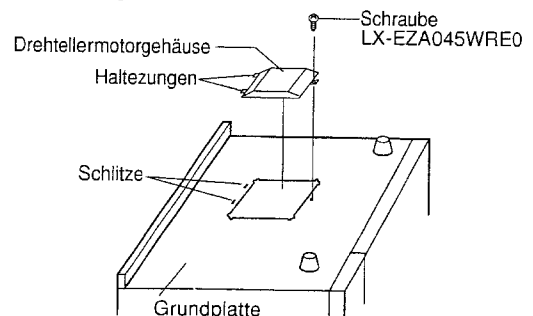

Abbildung C-1 (b). Wiedereinbau des Drehtellermotorgehäuses
5. Befestigen Sie das Drehtellermotorgehäuse mit der Schraube (LX-EZA045WRE0) wieder an der Grundplatte, wie in Abbildung C-1 (b) gezeigt.